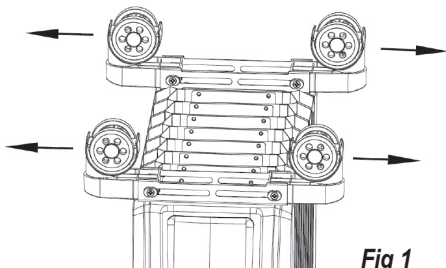

Fig 1
- Aprire la base delle ruote su entrambi i lati (vedere fig. 1).